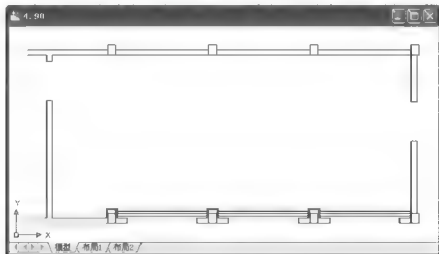

图 4.99 分解图形
(5) 选择菜单栏中的【修改】|【分解】命令，或在命令行输入“X”并按 Enter 键，启动【分解】命令，在选择对象：提示下，输入“All”后按 Enter 键，表示选择屏幕上所有显示的图形对象作为分解对象，按 Enter 键结束命令，结果如图 4.99 所示。